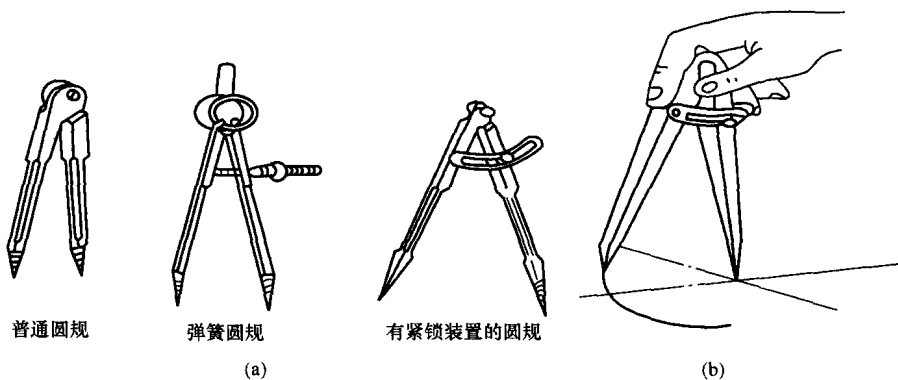

图 1-17 画规及用法
(4) 画规。如图 1-17 所示，画规用来划圆、划等分线和找正中心用。